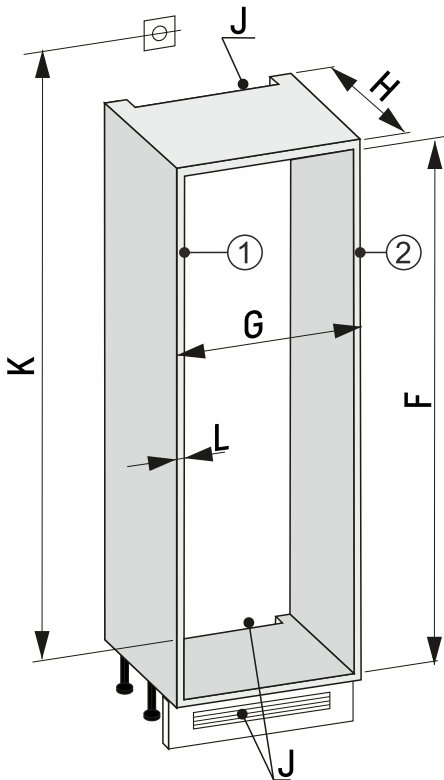

Fig. 86 30"-syvennys
► Mittaa kalusteseinän paksuus Fig. 86 (L).